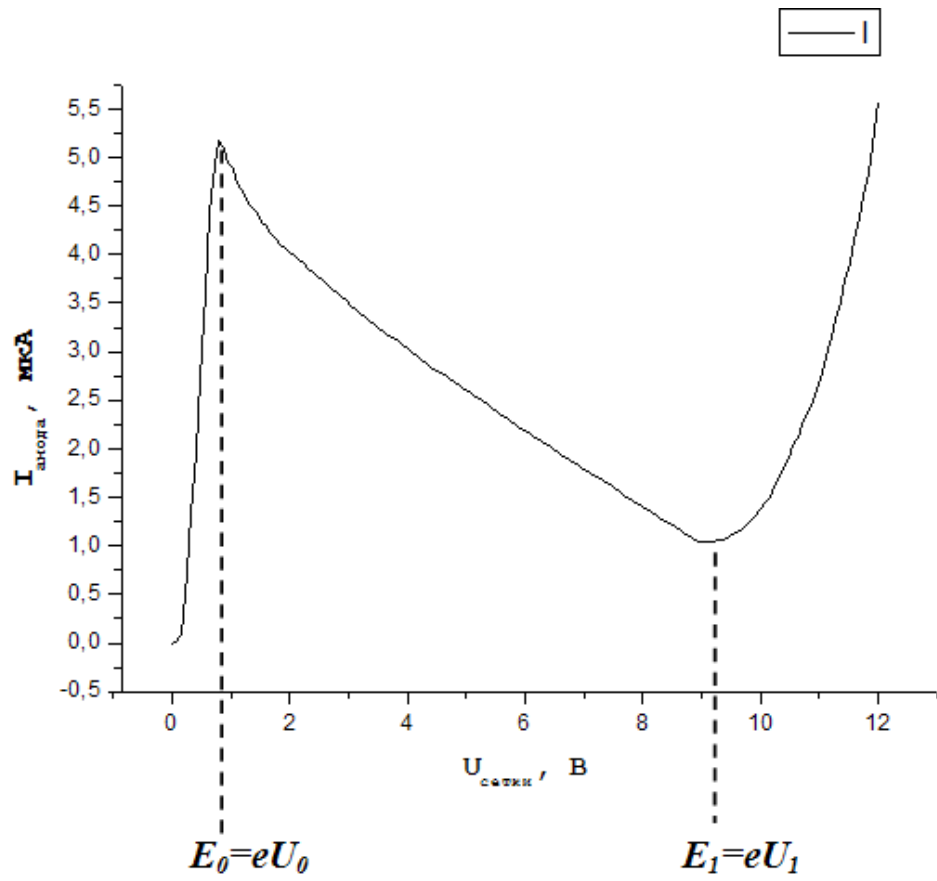

Рис. 9. Вид вольтамперной анодной характеристики тиратрона, получаемой на учебной установке ФКЛ-8
8. Перемещая метку по экрану осциллографа с помощью ручки «УСТАНОВКА  $U_{\text{сетки}}$ » учебного модуля, найти характерные точки  $U_0$ ,  $U_1$  на анодной характеристике лампы либо точку  $U_{\text{ионизации}}$  на сеточной ВАХ (см. рис. 9; 10). Согласно приведенной методике, измеренные значения напряжений  $U_0$ ,  $U_1$  в вольтах соответствуют энергиям электронов  $E_0$  и  $E_1$  в электрон-вольтах.